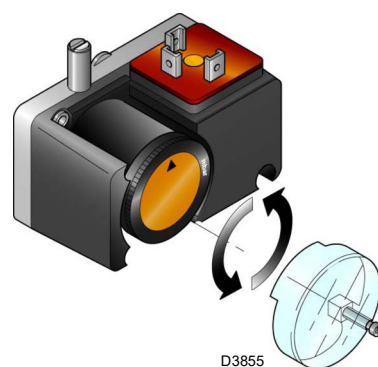

Fig. 31
- Regolare il pressostato gas di minima (Fig. 31 a pag. 33) ad inizio scala.
Eeguire la regolazione del pressostato gas di minima (Fig. 31) dopo aver regolato il bruciatore, le valvole del gas e lo stabilizzatore della rampa.